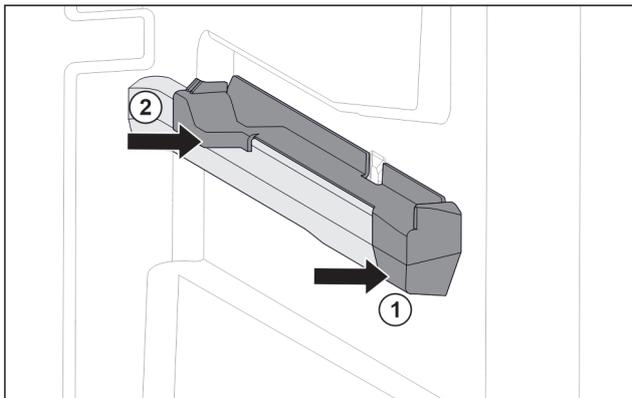

Fig. 108 Aufsteckteil auf der rechten Behälterrippe
- ▶ Aufsteckteil vorne an Behälterrippe ansetzen. Fig. 108 (1)
- ▶ Aufsteckteil hinten andrücken. Fig. 108 (2)